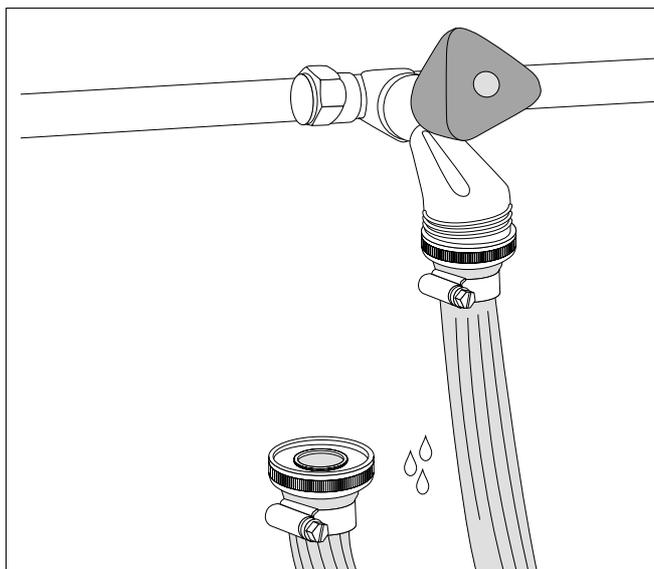

Fig. 65 Riempire la tubazione
- Collegare la tubazione al raccordo dell'acqua e riempire con acqua (fig. 65).
- Collegare la tubazione al rubinetto di carico e scarico acqua (fig. 65, **pos. 1**).